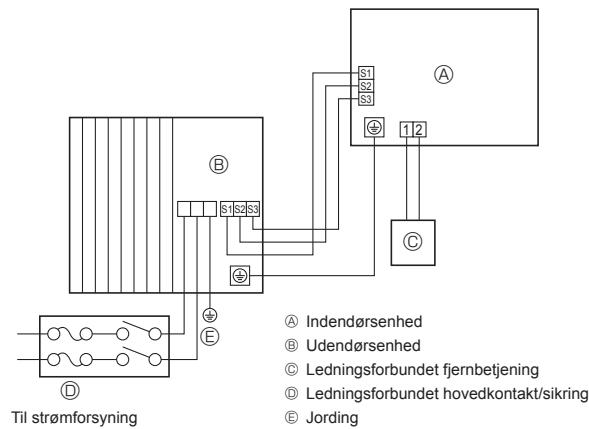

Fig. 7-1
7.1. Foranstaltninger (Fig. 7-1)